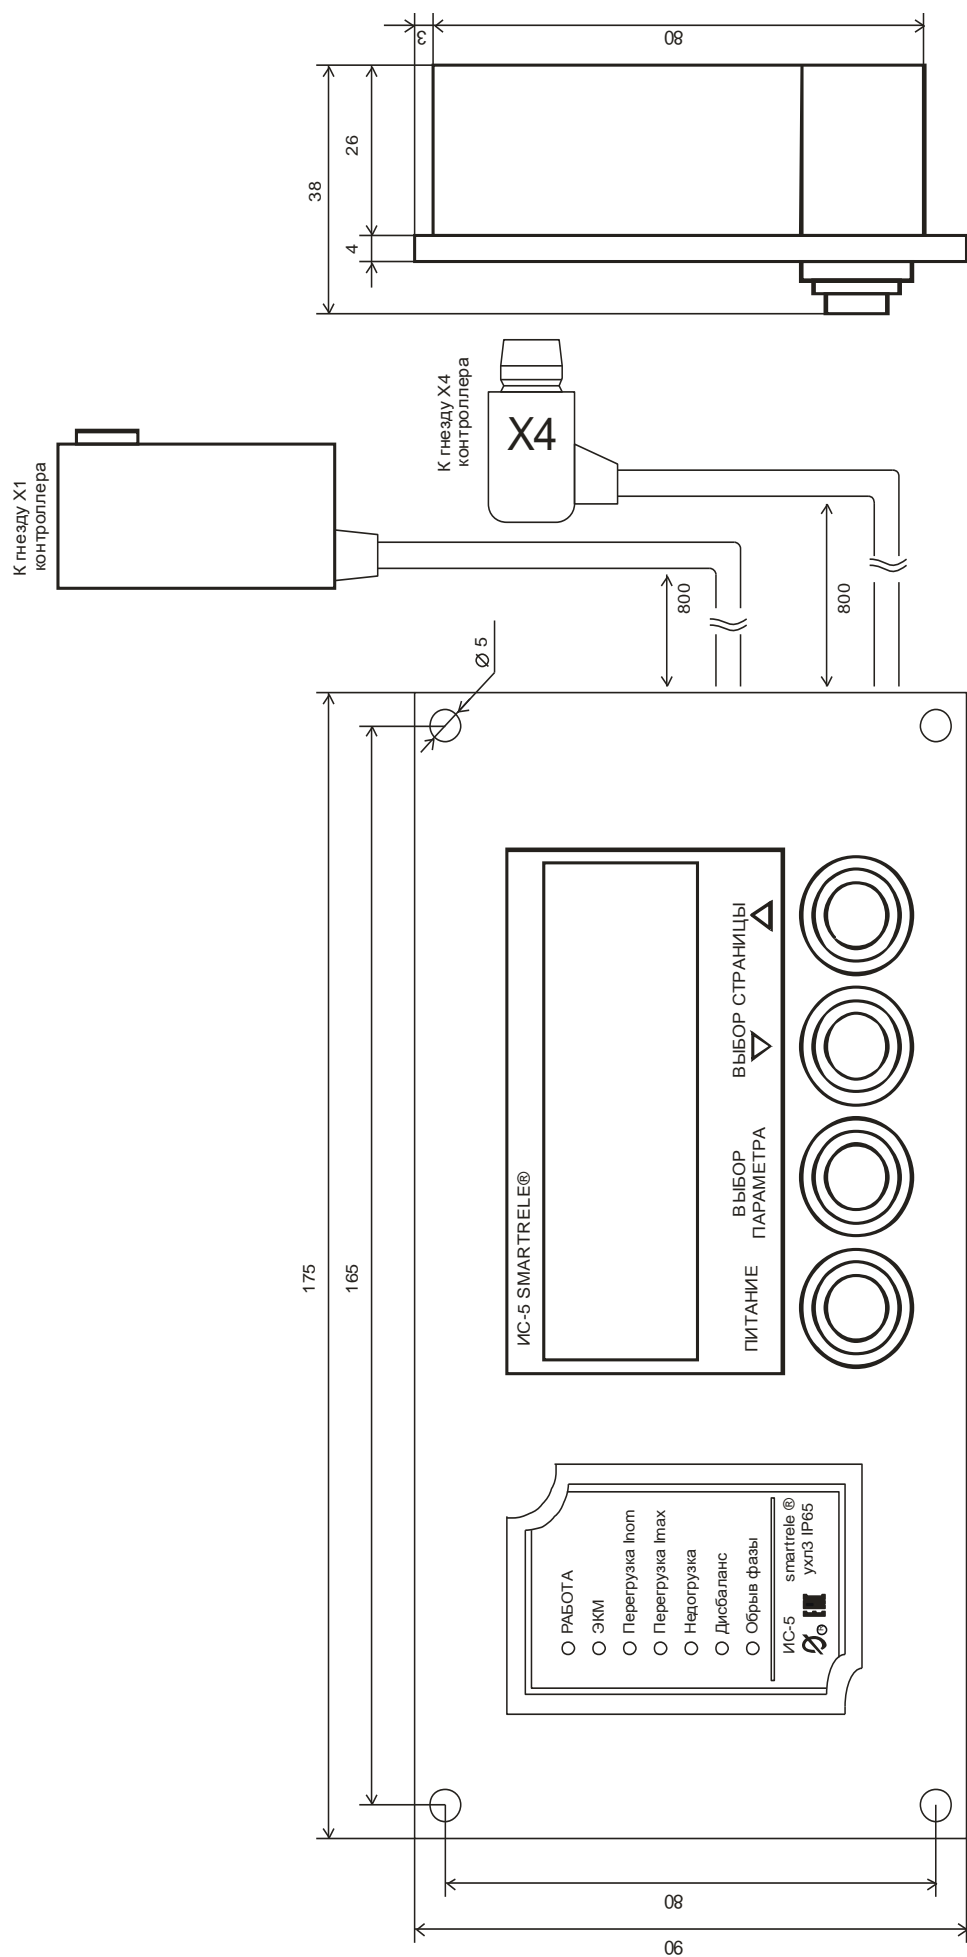

Рисунок 3 – Внешний вид и схема подключения индикатора сигнального IC5
2.5 Модуль ИС5 (Индикатор сигнальный ИС5 OLED) (рис.3) представляет собой панель с расположенными на ней светодиодными индикаторами, дисплеем и кнопками управления. Модуль обеспечивает индикацию режима работы электроустановки, программирование и считывание информации прибора защиты. Модуль предназначен для установки на электрический щит (шкаф, место оператора).